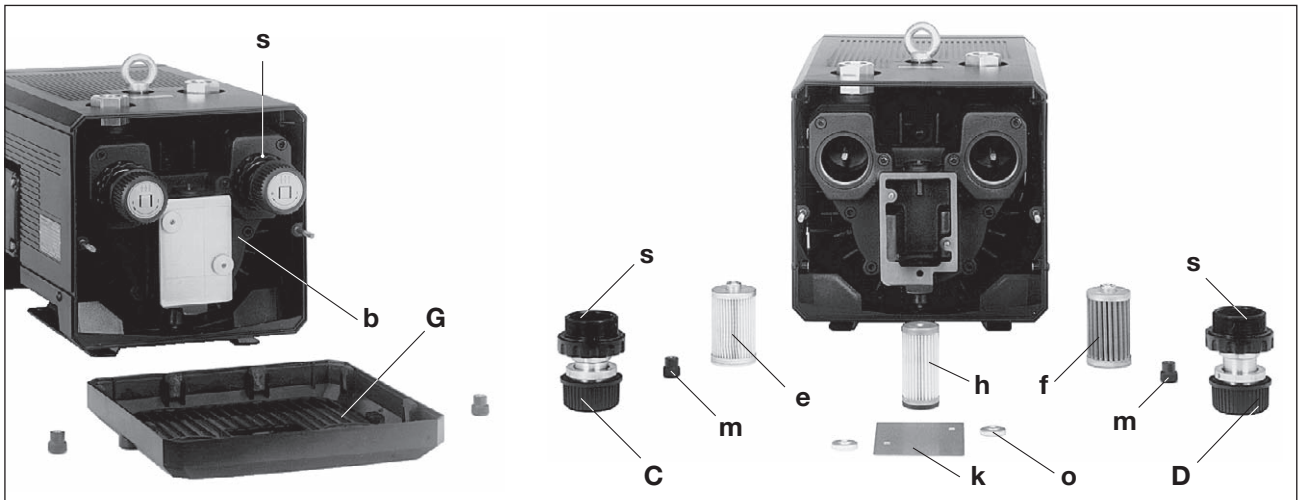
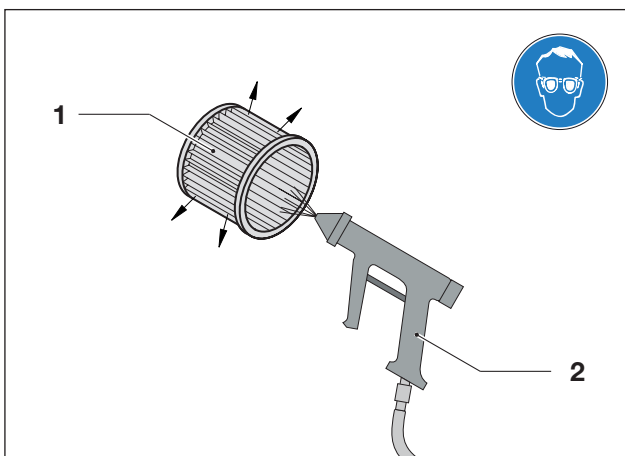
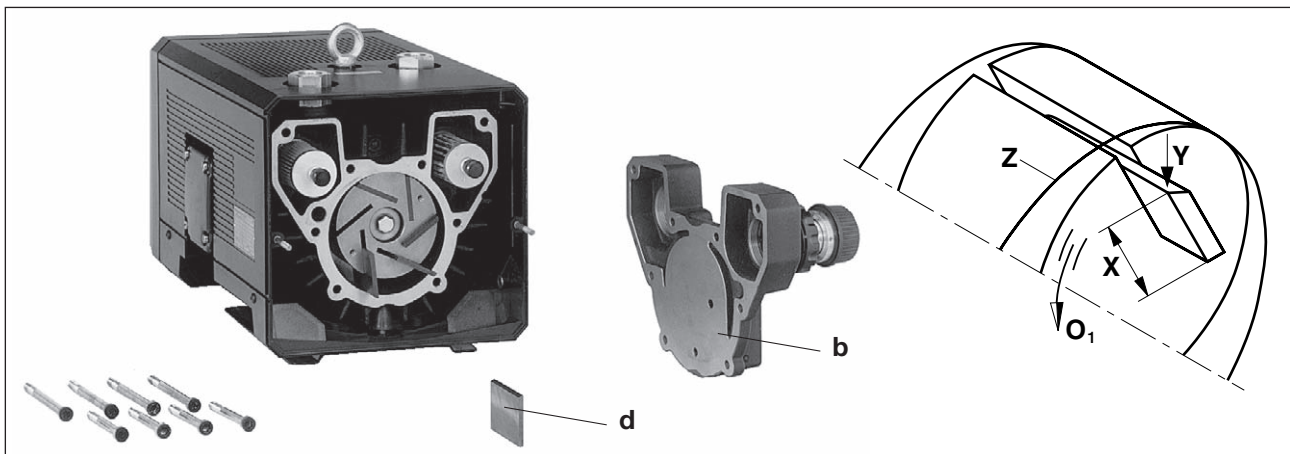

Abb. 5 Luftfilterung
Abb. 6 Filterpatrone ausblasen
Abb. 7 Lamellenwechsel
Die Filterpatronen (Abb. 5/e) für Saugluft, (Abb. 5/f) für Blasluft und (Abb. 5/h) für die Luftaufladung sind monatlich oder je nach Verunreinigung öfters durch Ausblasen von innen nach außen zu reinigen. Trotz Reinigen der Filter wird sich deren Abscheidungsgrad zunehmend verschlechtern. Deshalb sollten die Filter halbjährlich erneuert werden.
V-KTN(01 → 06) und (08 → 10): Ausblasgitter (Abb. 5/G) abschrauben.
Schraubdeckel (Abb. 5/s) und Rändelknopf (Abb. 5/m) lösen. Rändelmutter (Abb. 5/o) lösen und Filterdeckel (Abb. 5/k) abnehmen. Filterpatrone (e), (f) und (h) herausnehmen und reinigen bzw. austauschen. Der Zusammenbau erfolgt in umgekehrter Reihenfolge.
V-KTN (01) - (09): Ausblasgitter (Abb. 5/G) abschrauben. Gehäusedeckel (Abb. 7/b) vom Gehäuse abschrauben. Lamellen (Abb. 7/d) zur Überprüfung herausnehmen. Alle Lamellen müssen eine Mindesthöhe (Abb. 7/X) haben:
Gehäuse und Rotorschlitze ausblasen. Lamellen in die Rotorschlitze einlegen. Beim Einlegen ist darauf zu achten, dass die Lamellen mit der schrägen Seite (Abb. 7/Y) nach außen zeigen und diese Schräge in Drehrichtung (Abb. 7/O1) mit dem Verlauf der Gehäusebohrung (Abb. 7/Z) übereinstimmt. Gehäusedeckel (Abb. 7/b) und Ausblasgitter (Abb. 6/G) anschrauben. Vor Inbetriebnahme den freien Lauf der Lamellen durch Drehbewegung des Ventilators überprüfen, dazu Ansauggitter (Abb. 2/G1) oder Schutzhaube (Abb. 3/G2) abschrauben.